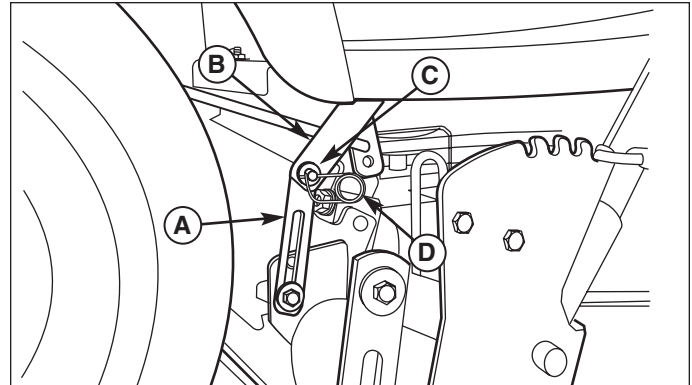

Abb. 9. Hebelarme
4. Den Hubarm des Mähwerks (A, Abb. 9) vom Hebelarm des Traktors (B) abtrennen. Beide seiten. Unterlegscheibe und Sicherheitsklemme (D) wieder einbauen.
6. Siehe Abb. 9. Mit der flachen Unterlegscheibe (C) und der Sicherheitsklemme (D) den Hebelarm des Mähwerks (A) am Hebelarm des Traktors (B) befestigen. Beide Seiten.